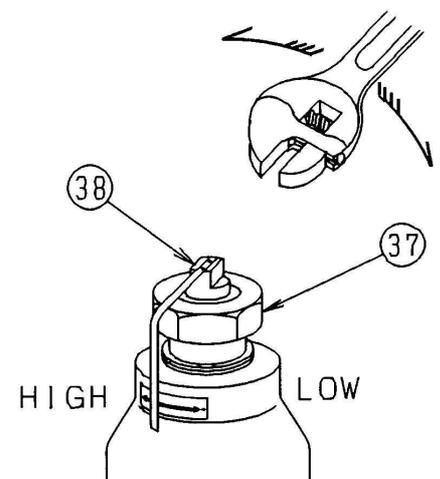

図5. 温度調整部の外観図。
- (4) 通気完了後、ゆっくりと温水出口側の仕切弁(c)を開いて、温水を約2~3m³/h (カラン2、3個程度全開時の流量) 流し、この状態で希望する温水温度になっているかを温度計で確認してください。希望する温水温度になっていない場合には、次の要領で調整してください。
- (5) 温度調整要領：約2~3m³/hの温水を流したまま、混合弁のロックナット(37)を約1/4回転程度緩めて、温度計を見ながら調節プラグ(38)を少しずつ左右にまわしてください。温度を下げる場合は上から見て反時計方向に、温度を上げる場合は時計方向にまわします。(図5参照) 温度設定後は調節プラグ(38)を固定しながらロックナット(37)を再びしっかり締めてください。
- (6) 以上で調整は完了です。温水使用量が変化しても自動的に一定温度の温水が得られますから設定温度を変更する場合を除いて調整する必要はありません。